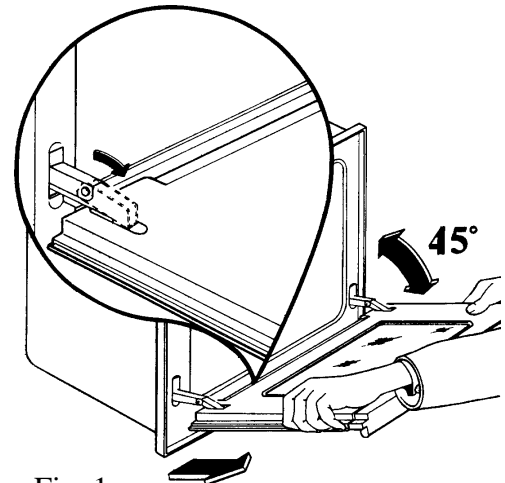

Fig. 1
- 2) encuentre las bisagras que fijan la puerta al horno (fig 1);
- 3) desbloquee y gire las pequeñas palancas de las dos bisagras (fig. 1);
- 5) tire suavemente de la puerta hasta que salga de su base (fig. 1);